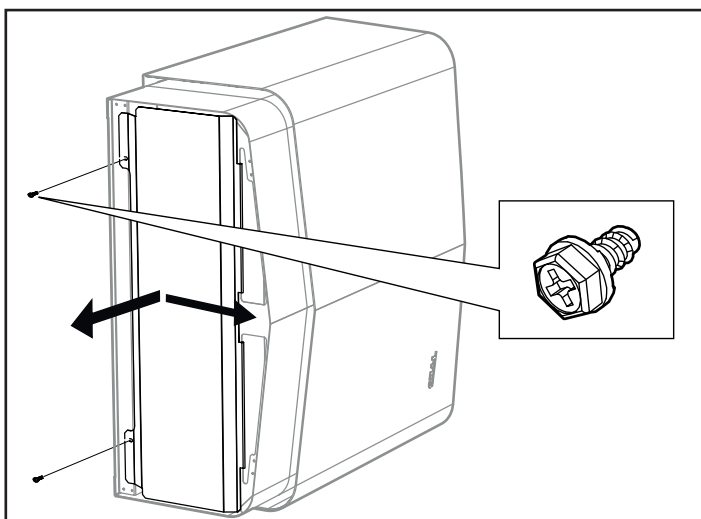

Fig 9: Öppna/stänga luckan
1. Lossa skruvarna och öppna luckan (se Fig 9).
4. Stäng luckan och skruva i skruvarna (se Fig 9).